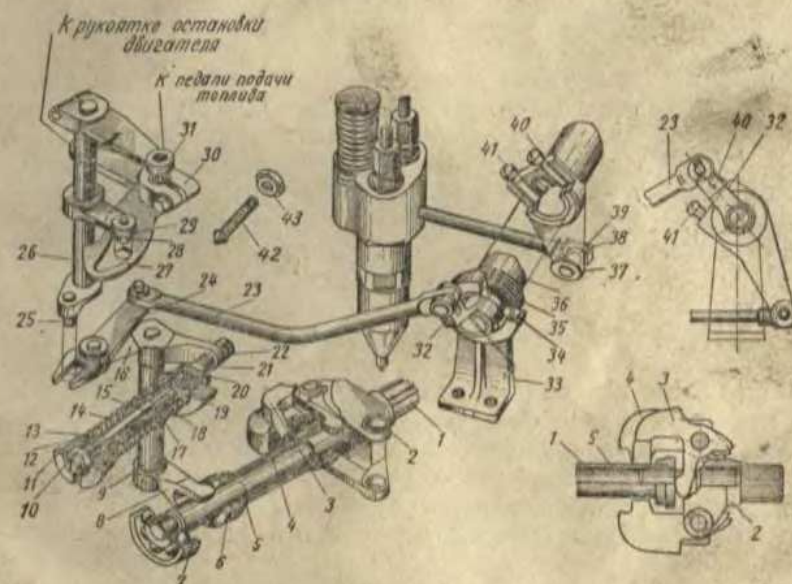

Рис. 61. Схема системы регулирования подачи топлива:
На рис. 61 приведена схема системы регулирования подачи топлива.
1. Режим стабильной работы без нагрузки при малом числе оборотов коленчатого вала (холостой ход при 400—500 об/мин). Рычаг управления подачей устанавливается в положение «минимальная подача», при котором палец 28 рычага-ограничителя (рис. 61) упирается во внутренний вырез кулисы.